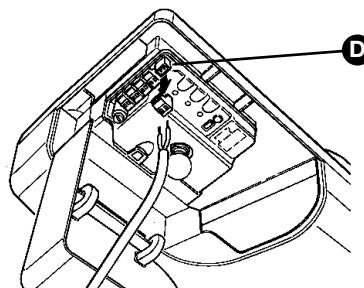

Figura 66
- Al fine di facilitare le operazioni è possibile rimuovere i morsetti **[D]** come visibile in figura 66; effettuare i collegamenti e poi inserirli nuovamente.